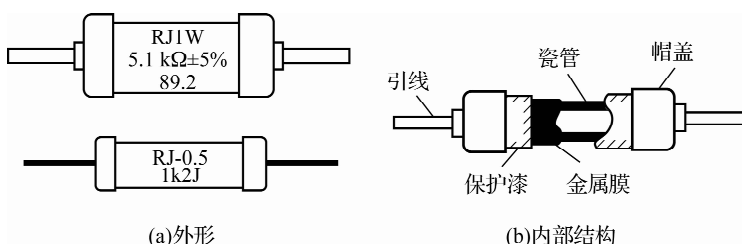

图 1-10 常用金属膜电阻器的外形和内部结构
(4)金属膜电阻器。与碳膜电阻器相比,金属膜电阻器只是用合金粉替代了结晶炭,除具有碳膜电阻器的特性外,金属膜电阻器的主要特点是耐热性能好,其额定工作温度为 70°C ,最高可达 155°C 。与碳膜电阻器相比,金属膜电阻器的体积小、噪声低、稳定性好。它的工作频率也较宽,但成本稍高。通过调节合金粉成分和更换成膜工艺等方法,还可以制成精密、高阻、高频、高压、高温等各种类型的金属膜电阻器。金属膜电阻器适用于要求较高的通信设备、电子仪器等电路中,在家用电器上也得到了较多的应用。金属膜电阻器涂层多为红色。常用的金属膜电阻器的外形和内部结构如图 1-10 所示。